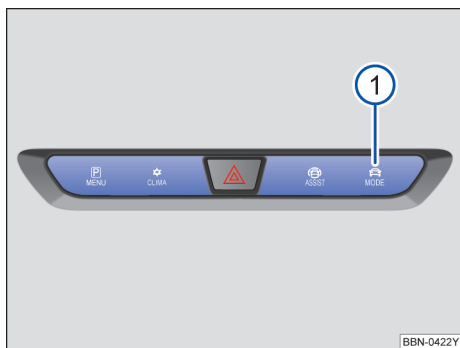

图 103 驾驶模式选择按钮
→ 图 103 **MODE** 按钮进行驾驶模式的选择（取决于汽车装备）。
- 按压驾驶模式选择按钮→图 103 ①。驾驶模式选择菜单显示在信息娱乐系统的显示屏中。已激活的驾驶模式被选中。
- 按压驾驶模式选择按钮→图 103 ①。驾驶模式选择菜单显示在信息娱乐系统的显示屏中。
- 按压驾驶模式选择按键→图 103①，在信息娱乐系统的显示屏中短促按压功能按键（个性化）。